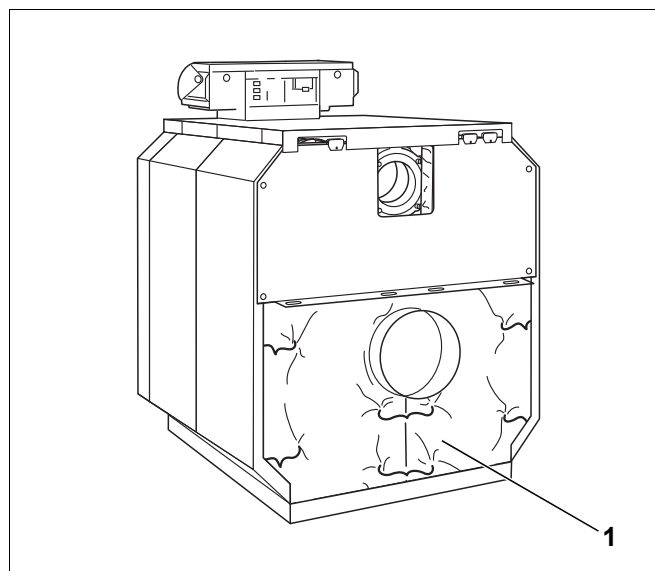

Рис. 76 Крепление теплоизоляции на задней стенке
- ▶ Отогните вниз теплоизоляцию на задней стенке и скрепите её пружинной стяжкой под патрубком дымовых газов (рис. 76, [1]).